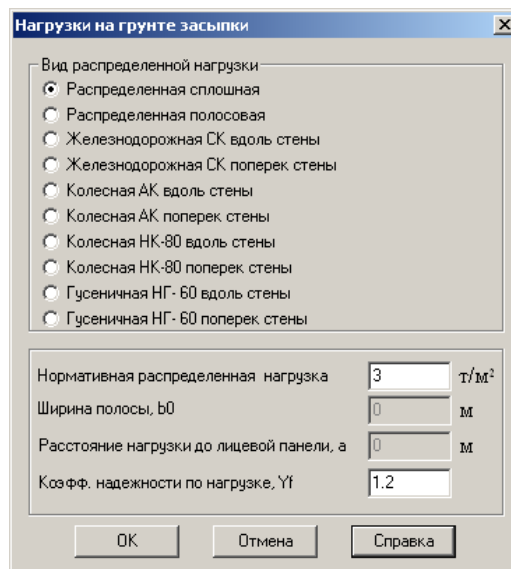

Рис.9.2.5. Окно диалога **Нагрузки на грунте засыпки**
- В открывшемся окне диалога **Нагрузки на грунте засыпки** (рис. 9.2.5) задайте следующие параметры: